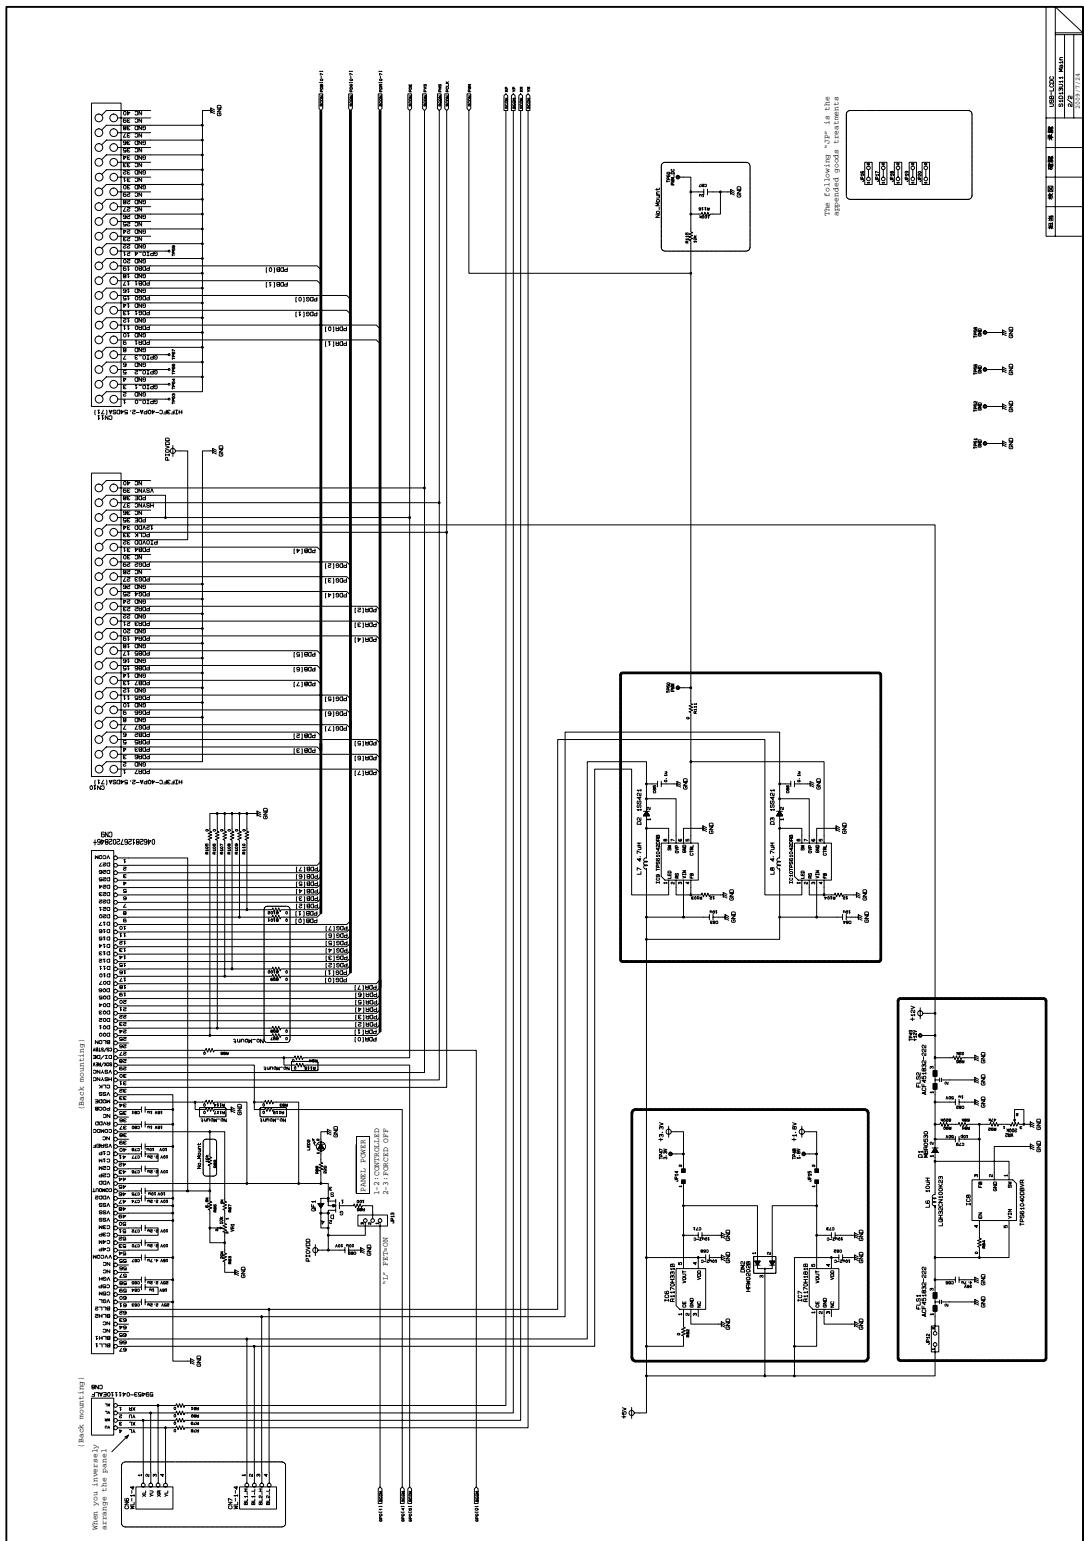

図6.4 S5U13U11P10C100回路図 (2/2)
- 6章 図6.4 S5U13U11P10C100回路図 (2/2) から、"Pch FET 2SJ162"のテキストを削除